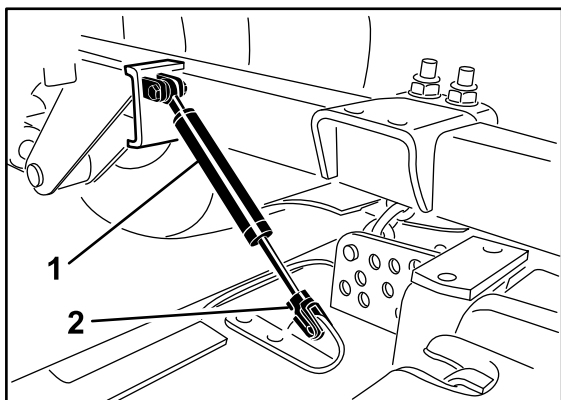

図 91
2. カッティングユニットのダンパアセンブリを固定しているリテーナクリップを抜いてアセンブリを外す（図 91）。